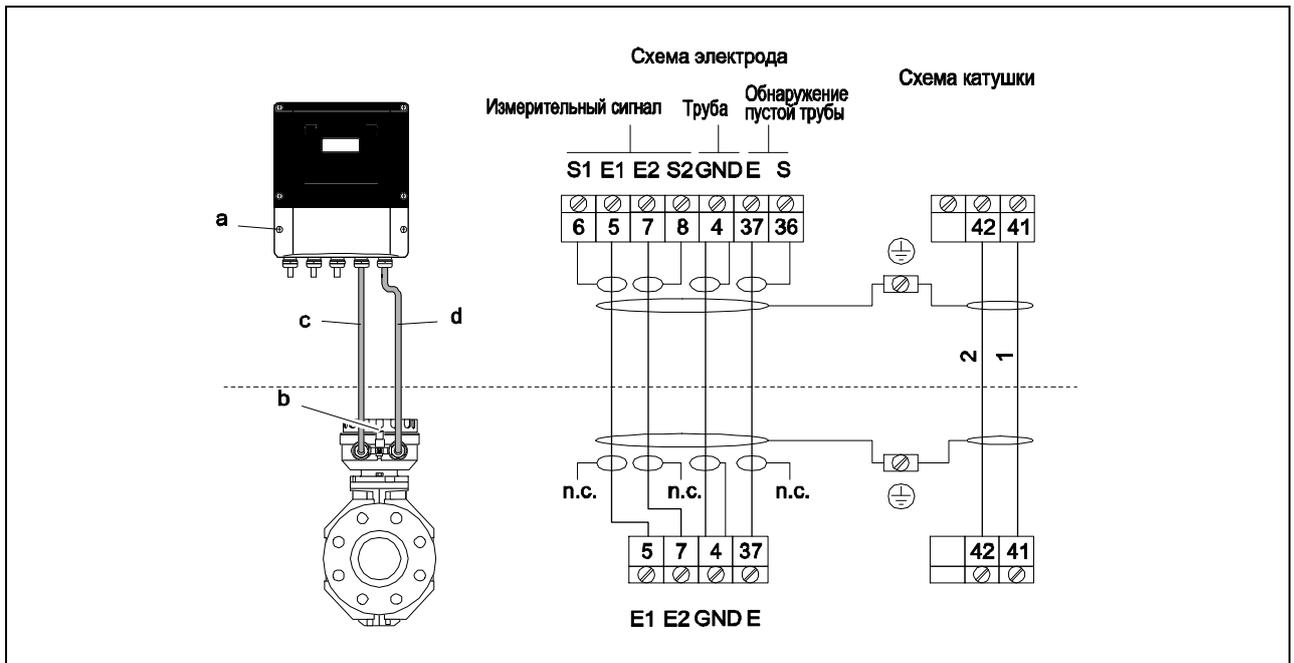

Рис. 25: Подсоединение Promag S при раздельной установке
Процедура (Рис. 25):
- Рис. 25